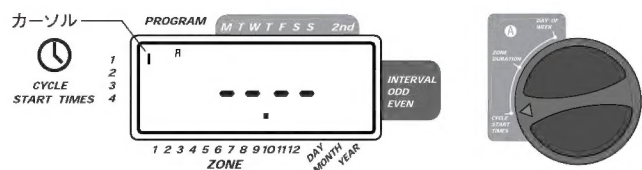

図4:開始時刻設定を表示したディスプレイ
- 開始時刻の設定方法は、AとB両方のプログラム同じです。設定したいプログラム (AまたはB) のCYCLE START TIMESのところへダイヤルを回して合わせて下さい (Aはダイヤル左側、Bは右側)。どちらのプログラムを選んだかにより、ディスプレイ左上に「AかB」と表示されます。ディスプレイに——:——と表示され、CYCL START 1のところでカーソルが点滅します。(図4参照)